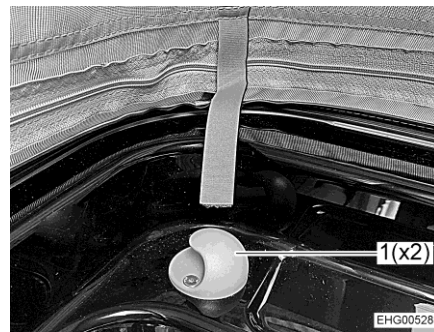

Bild 58 Hållare
- Haka fast skyddsnätet på de två hållarna (Bild 58,1).